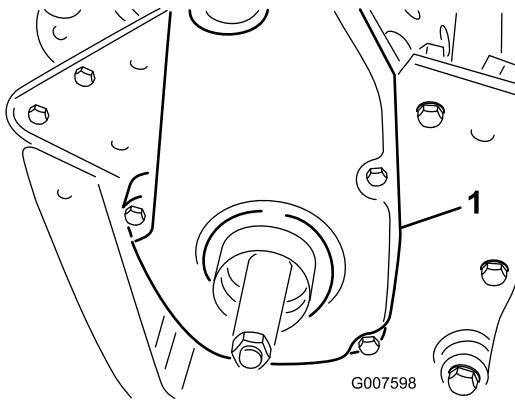

Рисунок 43
- Снимите детали крепления крышки ремня и саму крышку, чтобы открыть доступ к ремню (Рисунок 43).